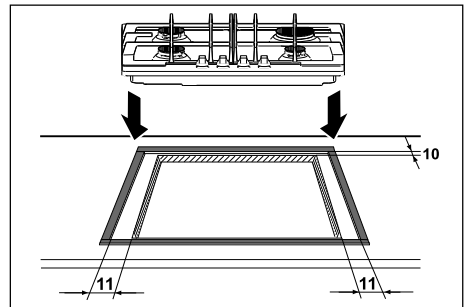

Рис. 13
- нанесите специальный герметик-прокладку, входящий в комплектацию, на передний край отверстия, на расстоянии 11 миллиметров от боковых краев и на расстоянии 10 мм от заднего края, следя за тем, чтобы концы плотно прилегали друг к другу и не накладывались (см. рис. 13);